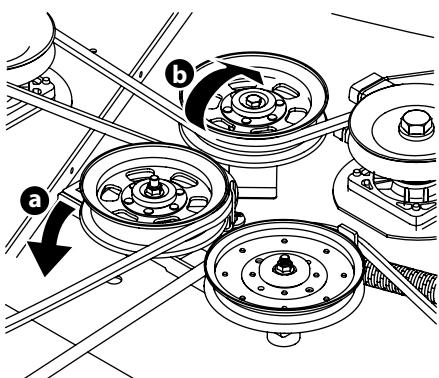

Figura 4-13
- Desde la parte media del tractor, haga girar el soporte de polea loca y la polea loca móvil hacia atrás, separándolos de la parte posterior de la correa en 'V' (a) a una distancia suficiente que permita levantar la correa, por encima de la polea loca (b). Consulte Figura 4-13.